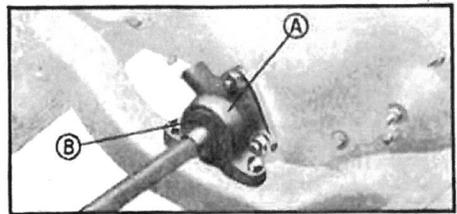

Fig. 233. -- Fixation AV. du moteur sur châssis (type 2B).
- 10—Retirer la tôle de protection du moteur et enlever, avec l'arbre de manivelle, la rotule et son support (fig. 233).
Si le trou de passage de l'arbre dans la rotule est ovalisé, remplacer le support (B) (fig. 233) par une pièce neuve (réparation No 217).